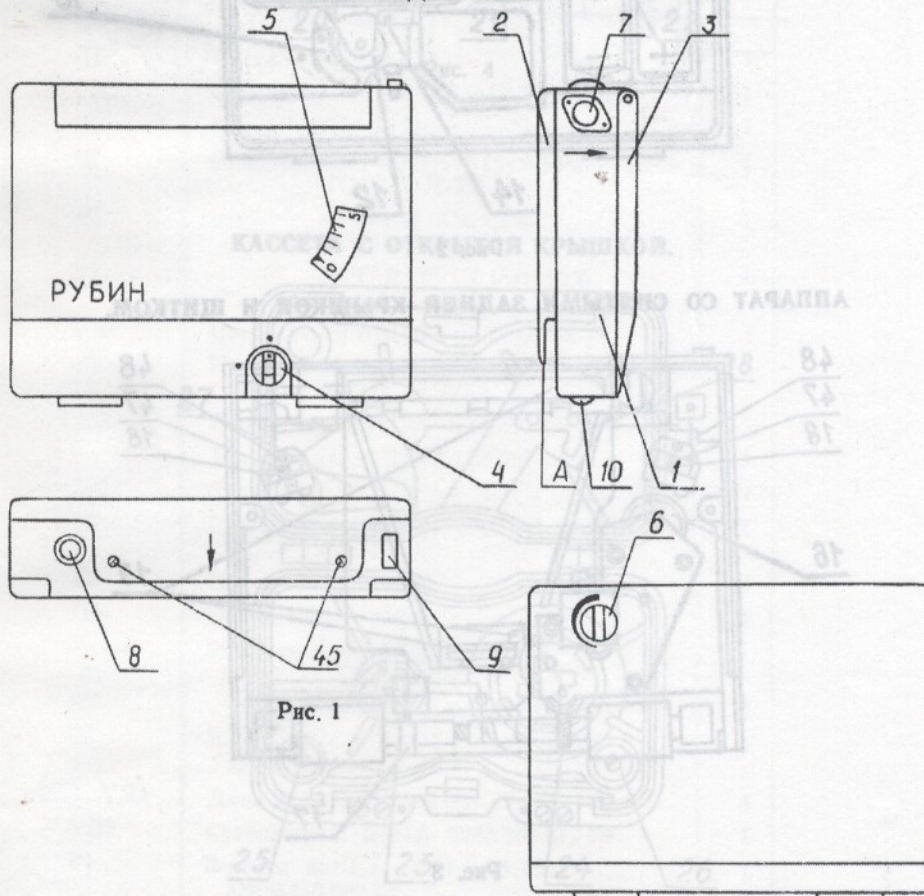
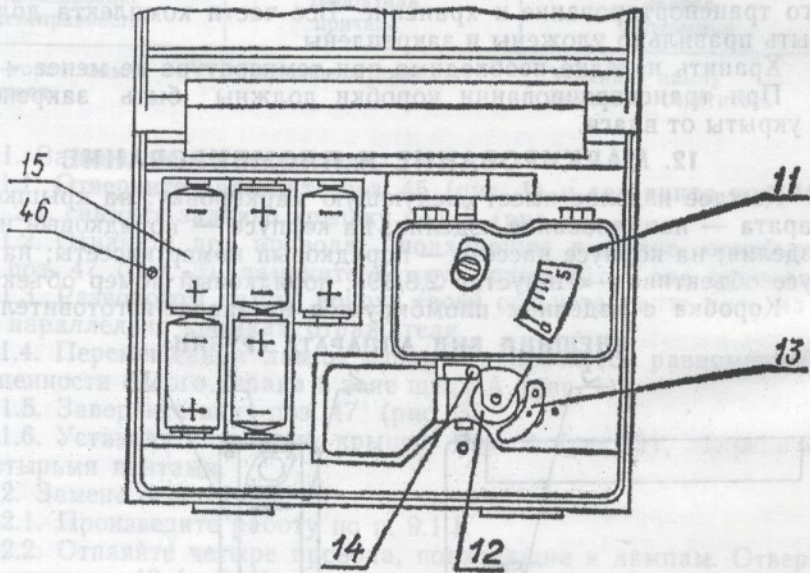

Рис. 1
Рис. 2
5.1. Внешний вид аппарата изображен на рис. 1. Аппарат состоит из корпуса 1, задней крышки 2, передней крышки 3. Передняя крышка закрывается с помощью замка 4 и имеет окно 5, в которое виден счетчик метража неэкспонированной пленки кассеты. Со стороны задней крышки расположена ручка установки номинального напряжения 6, сбоку на корпусе — розетка 7 для подключения источника постоянного тока стабилизированного. Сверху аппарата находится индикатор контроля конца пленки 8 и индикатор контроля напряжения 9, а снизу — ведущие валики 10 для прокатывания аппарата по репродуцируемому документу. Стрелки на корпусе и крышке указывают направление прокатывания аппарата.
Корпус аппарата (рис. 2) со стороны передней крышки имеет два отсека. В правый отсек устанавливается кассета 11, здесь же расположен механизм транспортирования пленки, который состоит из мерного валика 12, прижимного ролика 13 и механизма контроля конца пленки 14. При невозможности работы от сети напряжением 220 В, в левый отсек корпуса устанавливаются пять элементов 15.
6.2. Подготовка аппарата к работе. Поверните ручку замка 4 (рис. 1) и откройте переднюю крышку аппарата. Вставьте пять элементов 15 (рис. 2) или включите аппарат в сеть (220 В) через источник постоянного тока стабилизированный.
Зарядку аппарата пленкой можно производить на свету. Для этого возьмите заряженную пленкой кассету и вытяните из нее пленку, образуя петлю размером приблизительно 5 см. В аппарате от мерного валика 12 (рис. 2) отведите прижимной ролик 13 (рис. 2) и зафиксируйте его положение. Установите кассету в аппарат так, чтобы петля охватывала мерный валик. Поворотом от себя ведущего валика 10 (рис. 1) уберите петлю. Снимите прижимной ролик с фиксатора и прижмите им пленку к мерному валику. Закройте крышку аппарата, поверните ручку замка 4 (рис. 1).
Уберите засвеченный участок пленки перед кадровым окном. Для этого поставьте аппарат на стол задней крышкой к себе на ведущие валики 10 (рис. 1) и прокатайте его по направлению стрелки на корпусе вдоль стандартного листа бумаги (0,3 м) три раза. То же необходимо сделать и в конце съемки, чтобы последние строки не засветились.
При работе аппарата с питанием от элементов 15 (рис. 2) отрегулируйте напряжение на осветителе. Для этого прокатайте
аппарат по направлению стрелки на корпусе до положения включения осветителей. Остановите аппарат в этом положении. Не отрывая его от стола, ручкой 6 (рис. 1) отрегулируйте напряжение, следя за стрелочным указателем на индикаторе контроля напряжения 9 (рис. 1). Совместите стрелочный указатель и белую полосу на шкале индикатора. Это соответствует номинальному напряжению на осветителе (6 В).
7.6. При работе с автономным источником питания следите за тем, чтобы стрелочный указатель индикатора контроля напряжения 9 (рис. 1) был совмещен с белой полоской на шкале индикатора. При выходе стрелочного указателя из этого положения произведите регулировку напряжения поворотом ручки 6 (рис. 1).
7.7. При окончании пленки в кассете загорится индикатор контроля конца пленки 8 (рис. 1).
9.1.1. Отверните два винта поз. 45 (рис. 1) и два винта поз. 46 (рис. 2.), снимите заднюю крышку поз. 2 (рис. 1).
9.1.4. Перемещением лампы вдоль оси добейтесь равномерной освещенности белого экрана в зоне щели А (рис. 1).
9.1.6. Установите заднюю крышку поз. 2 (рис. 1), закрепите ее четырьмя винтами.